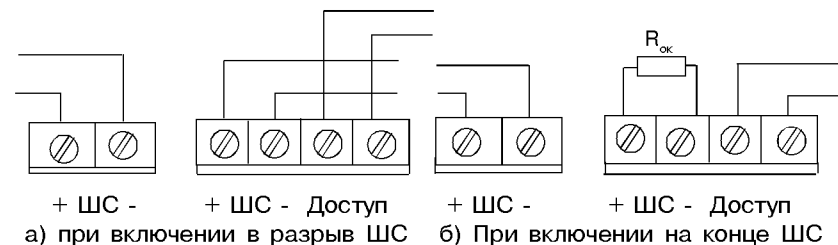

Рис.4
1. Без дополнительной настройки можно включать в ШС ПКП типа: «Ладога» – до 3 извещателей, «Дюна-1» – до 2 извещателей, «Сигнал-ВК» – до 4 извещателей, «Нота» – до 3 извещателей. Схема подключения приведена на рис.4.
– выполните соединения согласно рис.4;